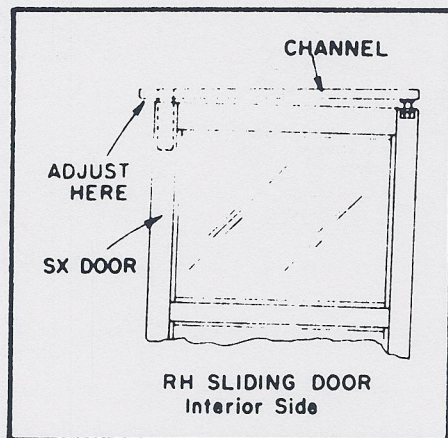

FIGURE 18
11. Break-out door and check door sag. See Fig. 18.